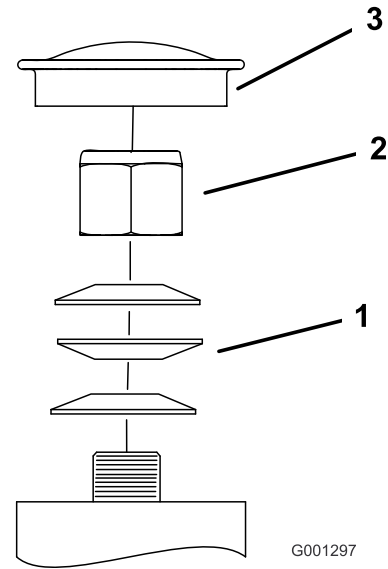

Figure 80
3. Retirez le capuchon protecteur de la roue pivotante et serrez le contre-écrou (Figure 80).
4. Continuez de serrer le contre-écrou jusqu'à ce que les rondelles élastiques soient aplaties, puis desserrez-le d'un quart de tour pour obtenir la précharge correcte des roulements (Figure 80).
Important: Veillez à placer les rondelles élastiques correctement, comme montré à la Figure 80.
5. Reposez le capuchon protecteur (Figure 80).